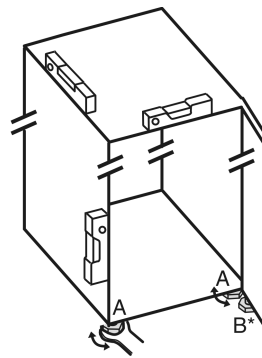

Fig. 26
- Izmantojot pievienoto uzgriežņu atslēgu un līmeņrādi, izskrūvējiet kājiņas Fig. 26 (A), līdz ierīce ir noregulēta stabilā un taisnā stāvoklī.
- Izmantojot pievienoto uzgriežņu atslēgu, izskrūvējiet kājiņu Fig. 26 (B) no gultņa balsta, līdz tas atrodas uz grīdas.
- Pagrieziet kājiņu Fig. 26 (B) vēl par 90°.